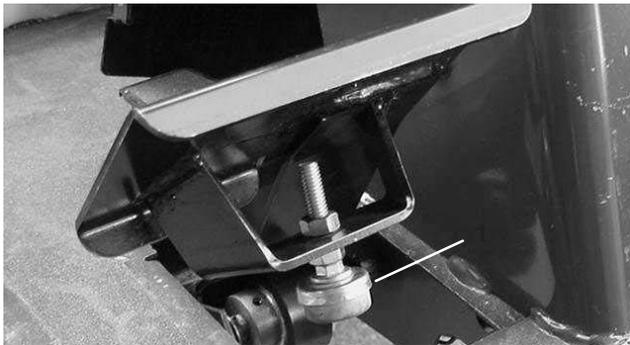

Figure 58
1. Contrôlez le réglage de la butée de la pédale de déplacement. La butée de la pédale (Fig. 58) doit toucher le châssis légèrement avant que la pompe arrive en bout de course.